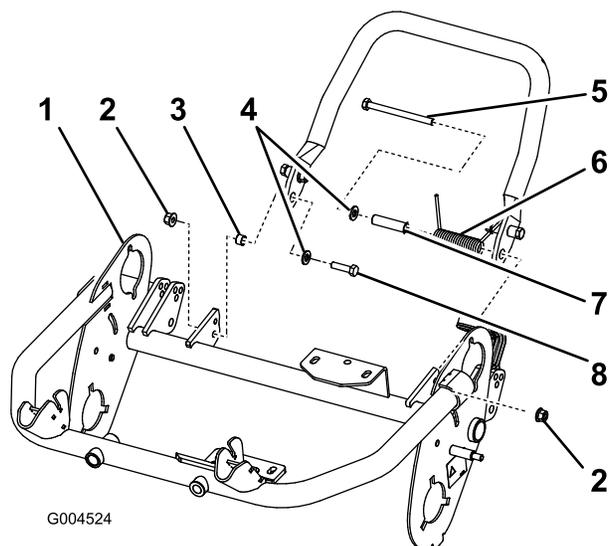

図 9
- 小さいボルト (M8-1.25 x 030) にワッシャ (M8) を通す。このボルトとワッシャ、小さいスペーサおよびロックナット (M8-1.25) を使って、キックスタンドの右側をフレームに固定する (図 9)。ボルトはフレームの内側から外側に向かって使うこと ; 参照図 9。
重要 スプリングを取り付けるとき、スプリングの片方の端が後フレームの下側にくるようにする (図 9)。
- ボルトとワッシャ、大きいスペーサ、スプリングおよびロックナット (M8-1.25) を使って、キックスタンドの左側をフレームに固定する (図 9)。ボルトはフレームの内側から外側に向かって使うこと ; 参照図 9。